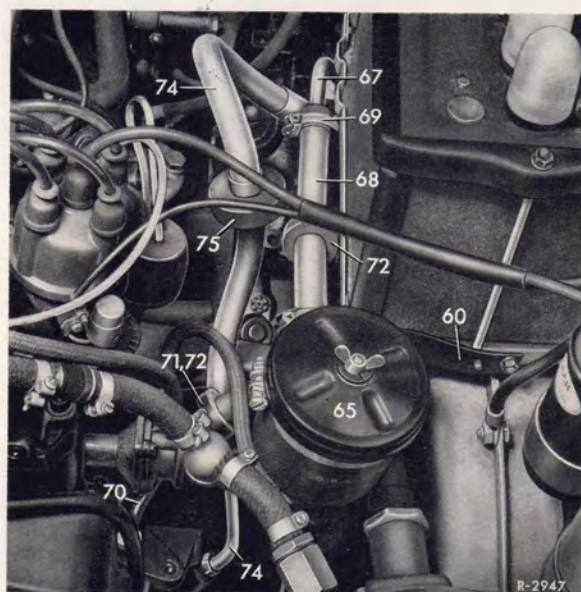

Bild 46-5/10
29. Ölbehälter (65) mit der Spannschelle (66) am Halter (60) befestigen. Anschließend Niederdruckschlauch (71) auf den Rohrkrümmer (70) der Hochdruck-Ölpumpe aufstecken und mit der Schlauchschelle (73) befestigen.
30. Rohrkrümmer (53) bzw. (67) in den Rücklaufstutzen der Servo-Lenkung einschrau-
ben. Auf den Niederdruckschlauch (68) einen Gummiring (72) aufstecken (nur bis Fahrgestell-End-Nr. 064 105 beim Typ 190 C und 099 641 beim Typ 190 DC). Dann den Niederdruckschlauch (54) bzw. (68) auf den Rohrkrümmer und auf das Anschlußrohr des Ölbehälters aufstecken und mit den Schlauchschellen (55) bzw. (69) befestigen (Bild 46-5/10 und 11).